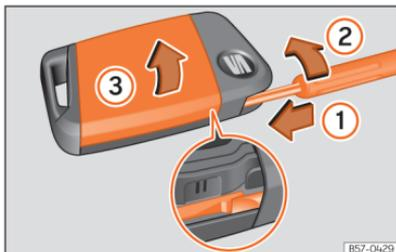

Fig. 49 Chave do veículo: abertura da tampa do compartimento da pilha.
- Introduza uma chave de fendas de folha plana na chave do veículo, pelo guia exterior da chave de emergência, aprox. 1 cm no sentido da seta >>> Fig. 49 ①.
- Rode a chave de fendas no sentido dos ponteiros do relógio até que a tampa se abra >>> Fig. 49 ②.
- Desloque a tampa no sentido da seta >>> Fig. 49 ③ e retire-a >>> ①.